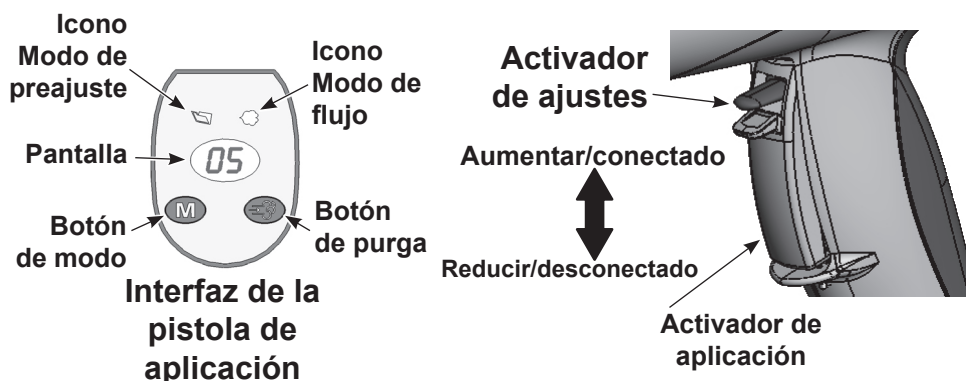

Figura 4 Controles de las pistolas
1. Ver la Figura 4. Liberar el activador de aplicación. No se pueden modificar los preajustes cuando la pistola está accionada.
1. Ver la Figura 4. Pulsar y mantener el botón **Modo** hasta que se ilumine el icono **Modo de flujo**.
1. Ver la Figura 4. Apuntar con la pistola hacia la cabina y soltar el activador de aplicación.